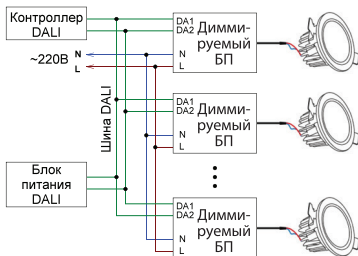
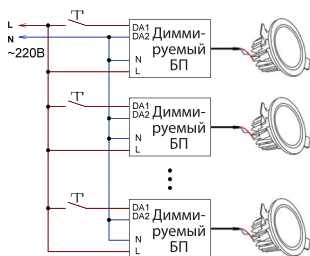

Рис.2. Схема соединения диммируемых блоков питания при использовании управления DALI.
Рис.3. Схема соединения диммируемых блоков питания при использовании управления Touch DIM.
3.5. Выполните подключение сигналов управления к клеммам **DA1** и **DA2** и проводов питания от сети ~ 220 В к клеммам **L** (фаза) и **N** (ноль) в соответствии с используемой схемой управления – DALI или Touch DIM (см. Рис.2 и Рис.3.)